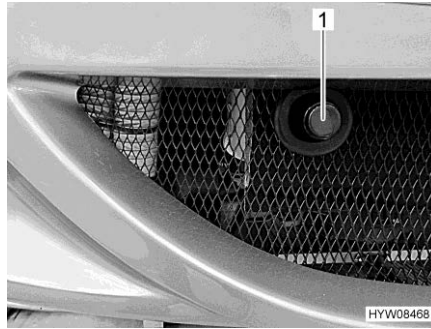

Fig. 34 Copertura (alloggiamento dell'occhiello di traino)
- Rimuovere la copertura (Fig. 34,1).